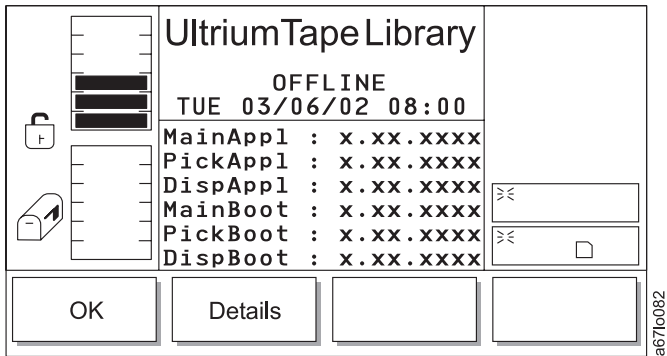

Abbildung 198. Detaildialog (Eingangsanzeige)
- Wird **Details** ausgewählt, erscheint die Eingangsanzeige des Detaildialogs (siehe Abb. 198 auf Seite 211).
Wird **Details** ausgewählt, erscheint der Detaildialog (siehe Abb. 198). Benutzen Sie diese Option, um den aktuellen Anwendungs- und Boot-Code des Kassettenarchivs für den Greifarm, die Laufwerkschlitten, die Hauptplatine und die Anzeige aufzurufen. Alle Codestufen müssen identisch sein. Ab dem Boot-Code 02.01.0001 ist eine Übereinstimmung mit den anderen Codestufen jedoch nicht mehr erforderlich.
Tabelle 147. Übersetzung von Abb. 198, Detaildialog (Eingangsanzeige)